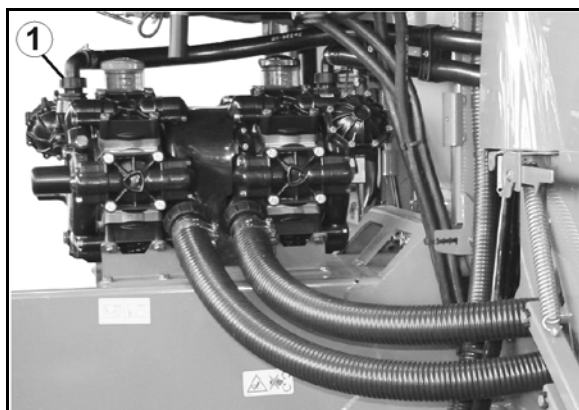

Fig. 189
1. Undo the sleeve nut (Fig. 189/1).